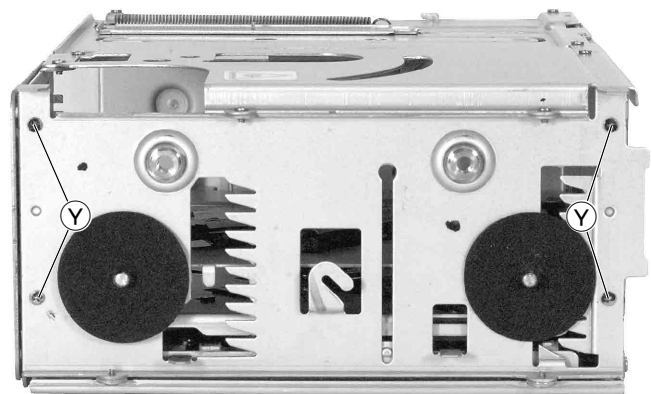

Fig. 11
- 4 Schrauben (Y) (Fig. 11) herauserschrauben und Seitenteil abnehmen.
- Undo 4 screws (Y) (Fig. 11) and remove the side part.